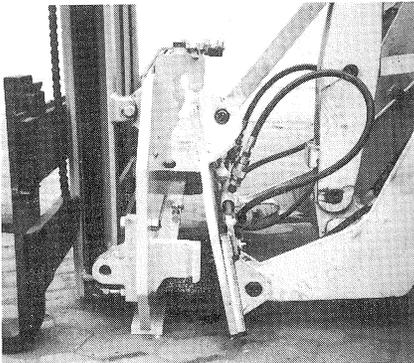

Bild 37
- (2) Mit dem Wechselrahmen Hubmast aufnehmen, (Bild 37) hochheben und Wechselrahmen nach hinten kippen bis der Hubmast am Wechselrahmen voll anliegt. Mit dem Handhebel (Bild 15/6) den Hubmast mit dem Wechselrahmen verriegeln.